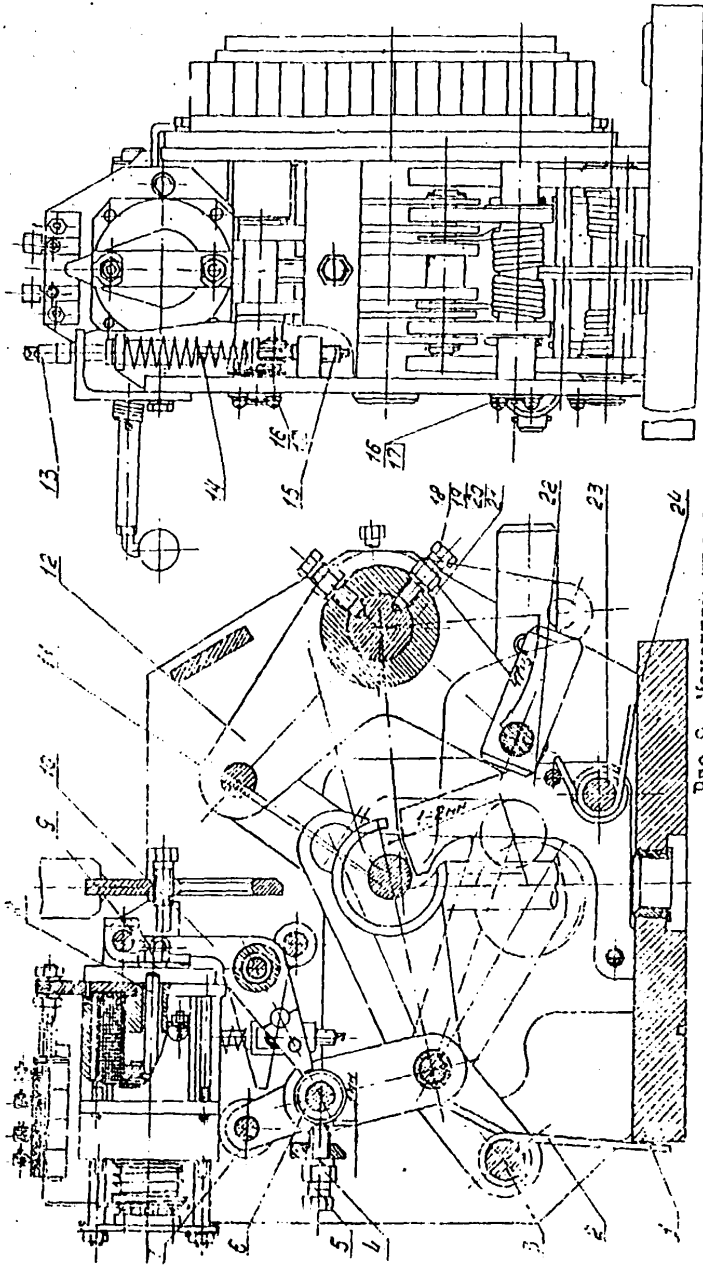

Рис. 9. Механизм привода.
II.1. Вывинтить винты 16 (рис.9), вынуть оси 3,7.
12.2. Отвернуть болты 9 (см. рис. 9), снять электромагнит отключения.
I3.1. Вывинтить винты I6 (см.рис.9) из корпуса I, вынуть ось 23 с втулками, снять удерживающую собачку 22, пружину 24.
I4.1. Установить механизм в сборе в корпус привода, вставить вал 2I (см.рис.9) и застопорить болтами I8, затянуть гайки 20.
I4.6. Вставить ось IO, ввинтить винты I6 (см.рис.9) со стопорными шайбами I7.